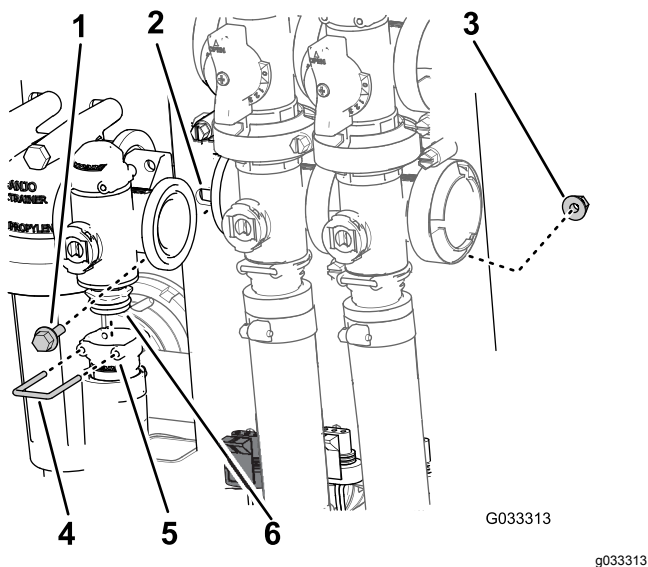

Рисунок 63
2. Снимите держатель, который крепит выпускной штуцер к коллектору клапана управления нормой внесения (Рисунок 63).
3. Выверните 2 болта с фланцевыми головками и 2 фланцевые контргайки, которые крепят клапан управления нормой внесения к опоре крепления клапанов, и снимите коллектор клапана с машины (Рисунок 63).